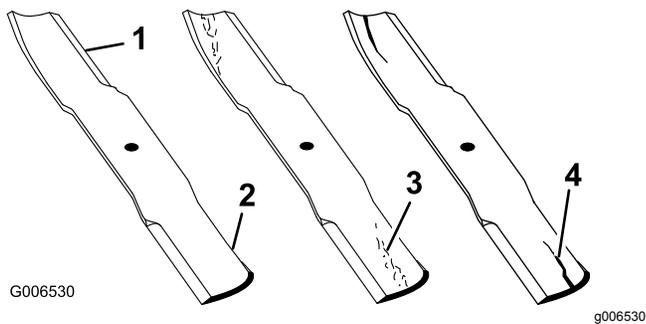

Рисунок 66
1. Осмотрите режущие кромки (Рисунок 66).
4. При обнаружении признаков повреждения, износа или образования зазора в этой области немедленно замените нож (Рисунок 66).